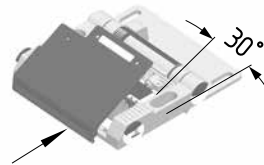
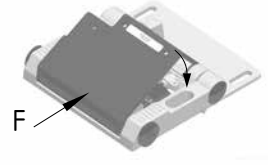

Fig. 2
Fig. 3
- Colocar la tapa de la caja inclinada unos 30° sobre las pestañas de soporte y apretarla firmemente (fig. 2), apretando al mismo tiempo hacia abajo (fig. 3).